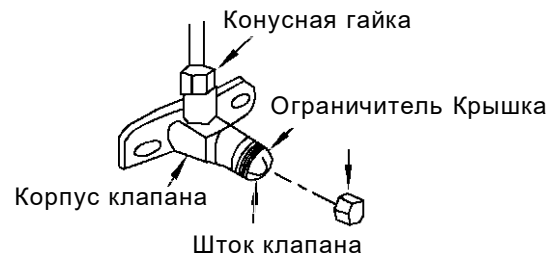

Рис. 32
1. Снимите кожух блока электрооборудования с внешнего блока кондиционера, открутив болт, как показано на рис. 32.